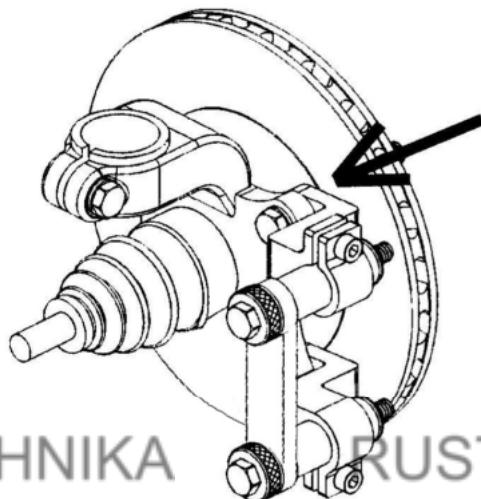

Рисунок 12
2. Используйте красный крепежный адаптер, если отверстия для крепления суппорта не имеют резьбы (см. рис.12).
- a. Изгиб должен оказаться прямо напротив привода (см. рис.12).
- a. Изгиб должен оказаться прямо напротив ривода (см. рис.12).